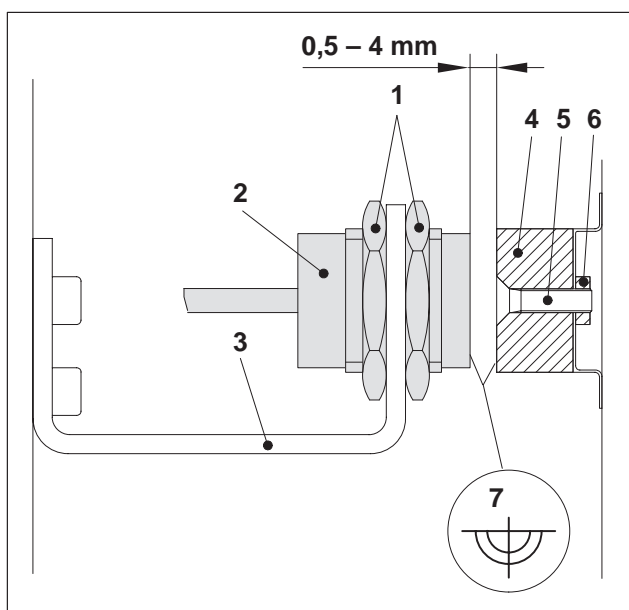

Abb. 15 Eingebauter Reed-Kontakt-Schalter Typ 171
Der Schalter besteht aus dem Sensor (Abb. 15/2) und dem Betätigungsmagneten (Abb. 15/4). Nur Sensoren mit dem Gehäusotyp "171" verwenden.
Bei geschlossenem Schutz müssen sich die Fadenzkreuz-Markierungen (Abb. 15/7) des Sensors und des Betätigungsmagneten gegenüberstehen.
Bei geschlossenem Schutz muss der Abstand zwischen dem Sensor und dem Betätigungsmagneten **0,5...4 mm** (Abb. 15) betragen.
- 1 Befestigungsmuttern (Abb. 15/1) des vorhandenen Sensors (Abb. 15/2) herausdrehen und den Sensor aus dem Halter (Abb. 15/3) ziehen.
- 1 Senkschraube mit Innensechskant (Abb. 15/5) herausdrehen und vorhandenen Betätigungsmagneten (Abb. 15/4) abnehmen.
- 2 Neuen Betätigungsmagneten auf die Auflage (Abb. 15/6) aufsetzen (Zapfen an der Unterseite des Betätigungsmagneten muss in die Aussparung der Auflage eingesetzt werden).